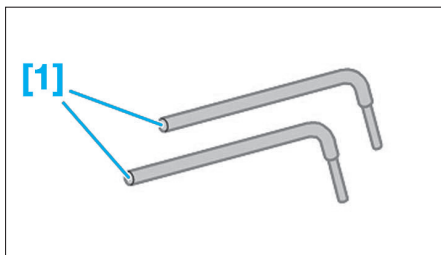

Fig. 77
- [1] Levier de décollement de la culasse (Fig.77).